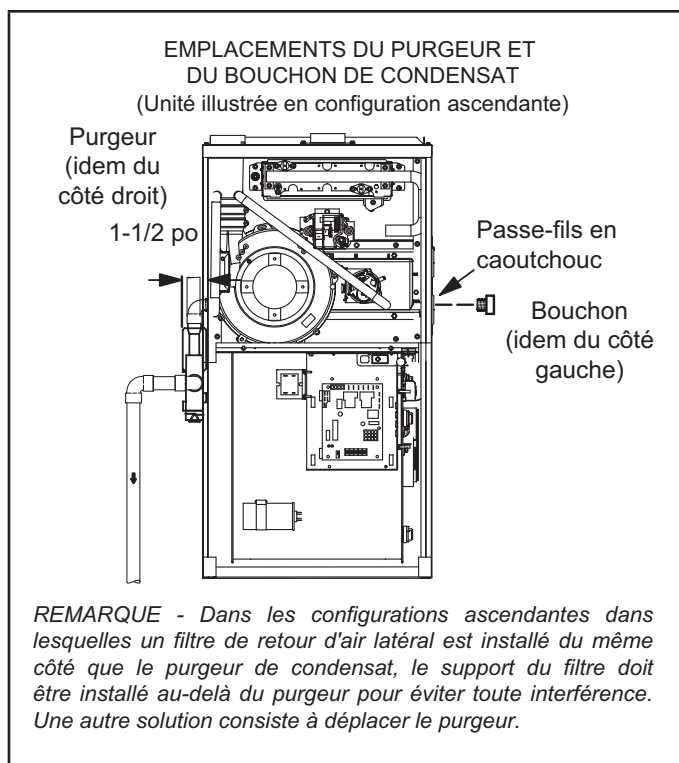
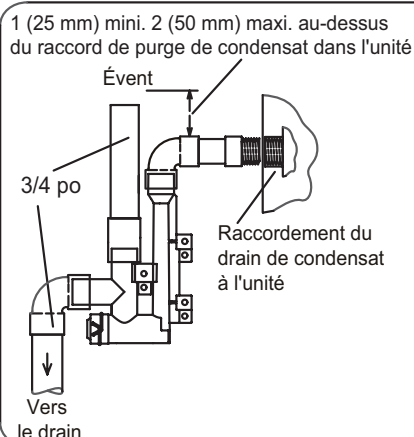

FIGURE 46
FIGURE 54
Cette unité est prévue pour une sortie à gauche ou à droite du tuyau de condensat en configuration ascendante. En configuration horizontale, le purgeur de condensat doit se prolonger en dessous du générateur. Prévoyez un dégagement d'entretien de 8 po pour le purgeur. Reportez-vous à la FIGURE 46 et à la FIGURE 48 pour les emplacements du purgeur de condensat. La FIGURE 54 illustre le purgeur avec un tuyau en PVC de 1/2 po ou de 3/4 po.
- 2 - Utilisez un grand tournevis plat ou une douille de 1/2 po pour retirer le capuchon (FIGURE 46) du boîtier du collecteur de l'extrémité froide à l'emplacement approprié sur le côté de l'appareil. Installez un coude de 3/4 po NPT sur le boîtier du collecteur de l'extrémité froide. Utilisez de l'adhésif au Téflon ou un enduit d'enrobage approprié.
- 3 - Installez le bouchon sur l'ouverture de nettoyage à la base du purgeur. Fixez avec le collier. Reportez-vous à la FIGURE 54.
- 4 - Installez le purgeur avec des raccords en PVC appropriés et collez tous les joints. Collez le purgeur fourni comme illustré à la FIGURE 54. Acheminez le conduit de condensat jusqu'à un drain ouvert. La conduite de condensat doit maintenir une pente descendante de 1/4" entre l'appareil et le drain.